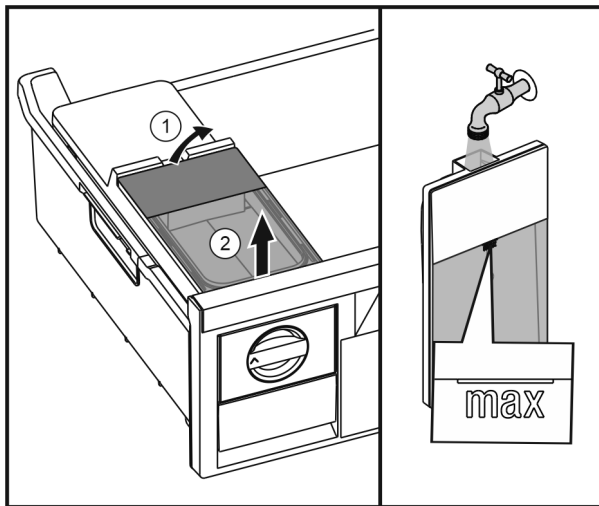

Fig. 30
- ▶ Rezervoar za vodo dvignite z zadnje strani Fig. 30 (1) in ga odstranite v smeri navzgor Fig. 30 (2).